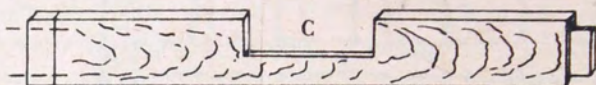
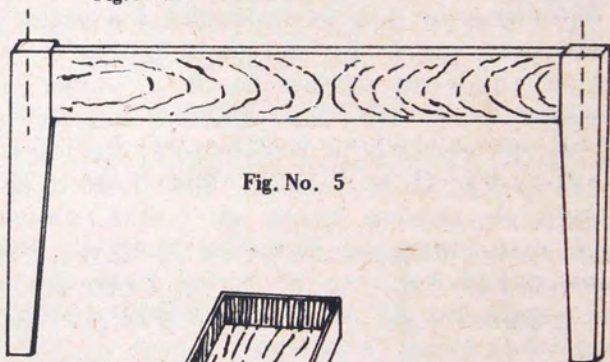
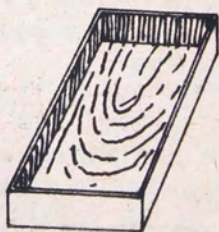

Fig. No. 3
Fig. No. 5
Fig. No. 6
**Baranda larga, angosta:** las escopleadas de esta y las cortas son de la misma dimensión. Medidas: 71 cms largo, 3 cms ancho, 2 cms grosor (figura No. 6).
- Baranda larga angosta (Fig. No. 6)
- Baranda larga ancha (Fig. No. 5)
- Travesaño inferior (Fig. No. 3)
**Cartera larga:** Esta tabla debe ser resistente. Las espigas son de 6 cms largo, 8 cms ancho, 2 cms grosor; esta medida tiene las escopleadas, letra A (figura No. 2). Medidas: 1.10 cms largo, 18 cms ancho, 3 cms grosor (figura No. 3).
**Cartera armada:** Las señales verticales indican que las espigas van hasta la dirección de cada pata. Si hace gaveta le quita como la figura No. 3, letra C. Si no le hace, deja las carteras como la figura No. 5. Para no debilitar mucho la cartera larga, le quita la mitad del ancho para la gaveta (figura No. 5).
La gaveta es fácil de hacer. Corte dos tablas de 70 cms largo, 10 cms ancho, 2 cms grosor. Haga el cuadro y coloque por una cara, triplex o tablas delgadas, del tamaño de la gaveta, es el de la cartera. Para manipularla, colóquele botón o agarradera. Para sostenerla, coloque una tablita clavada entre las dos carteras (letra C, figura No. 3) al borde del corte (figura No. 6).